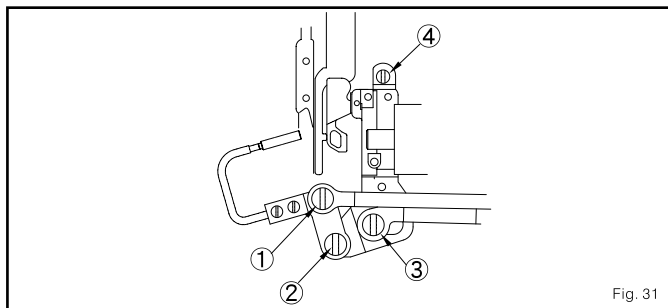

Fig. 31
- Desensamblar o rebordeador de equipamento com os seguintes passos: (fig. 31)